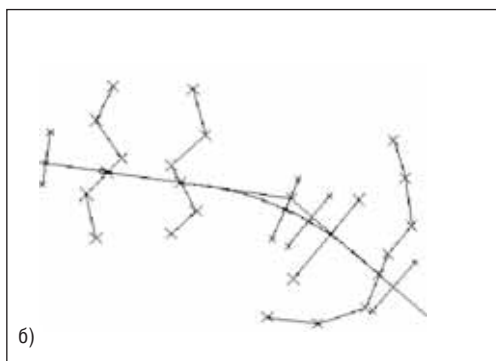

Рис. 10. Создание линий сечений
- по диапазону пикетов (рис. 10а);
Система предусматривает получение поперечных профилей под различными углами (рис. 10б) в любой точке трассы и по любой из трасс проекта.